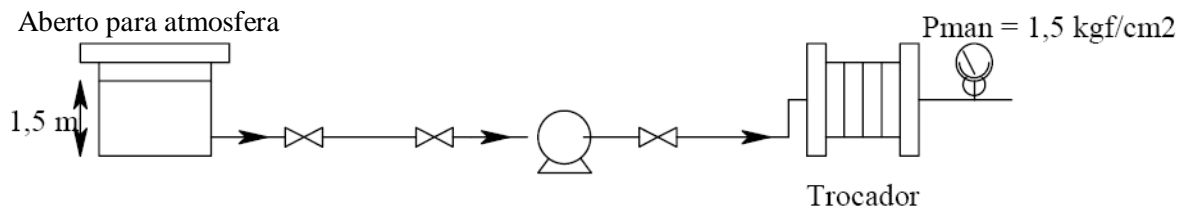

Figura 4a
(4) No processo de creme de leite da Figura 4a, tem-se os seguintes dados para a escolha de uma bomba: